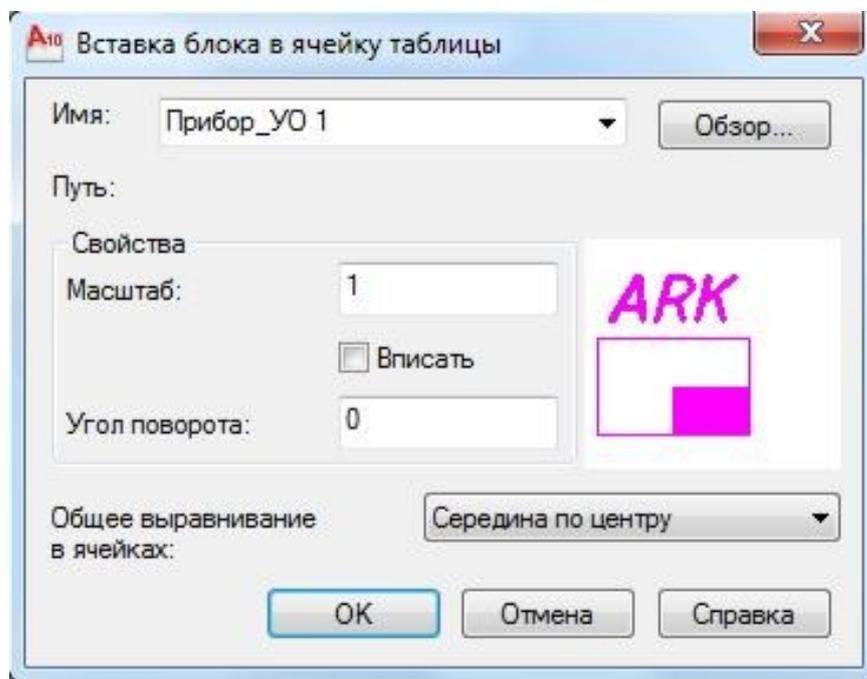

Рисунок 5.4. Диалоговое окно вставки блока.
– при выборе пункта Block (Блок) на экране появляется диалоговое окно Insert a Block in a Table Cell (Вставить блок в ячейку таблицы) (Рисунок 5.4), в котором можно задать параметры вставки блока в таблицу;